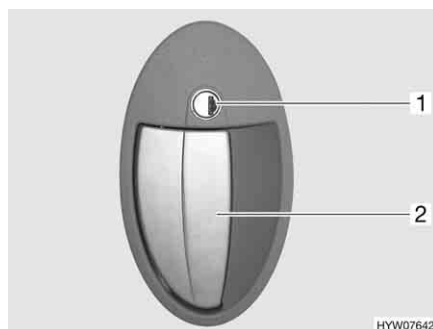

Fig. 29 Serratura della porta, lato esterno
- Inserire la chiave nel cilindro della serratura (Fig. 29,1) e ruotare in senso orario, fino a quando la serratura della porta si sblocca.
- Tirare la maniglia della porta (Fig. 29,2). La porta è aperta.
- Inserire la chiave nel cilindro della serratura (Fig. 29,1) e ruotare in senso antiorario, fino a quando la serratura della porta si blocca.